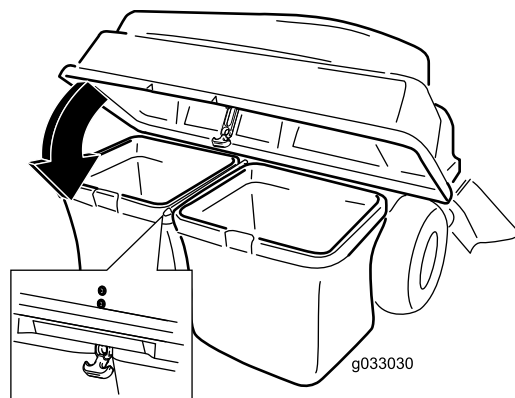

Figura 22
5. Spustite poklopac sakupljača na vreće (Figura 22).
6. Pričvrstite poklopac pomoću brave (Figura 22).